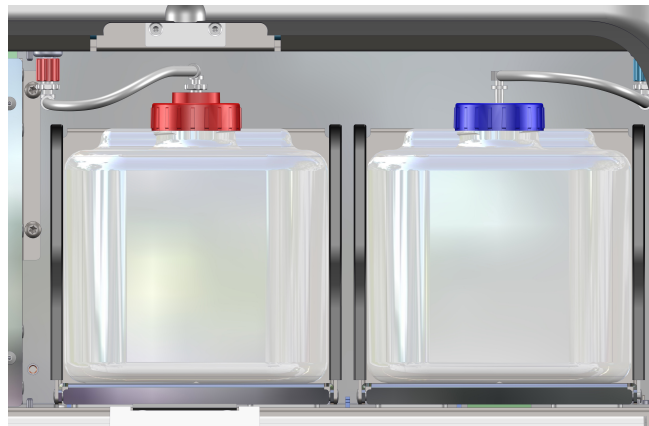

Figura 55
2. Individuare il contenitore iWASTE PRO nel vassoio dei flaconi a sinistra (Figura 55).